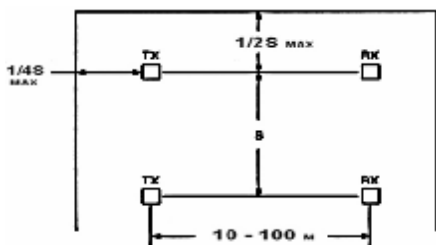
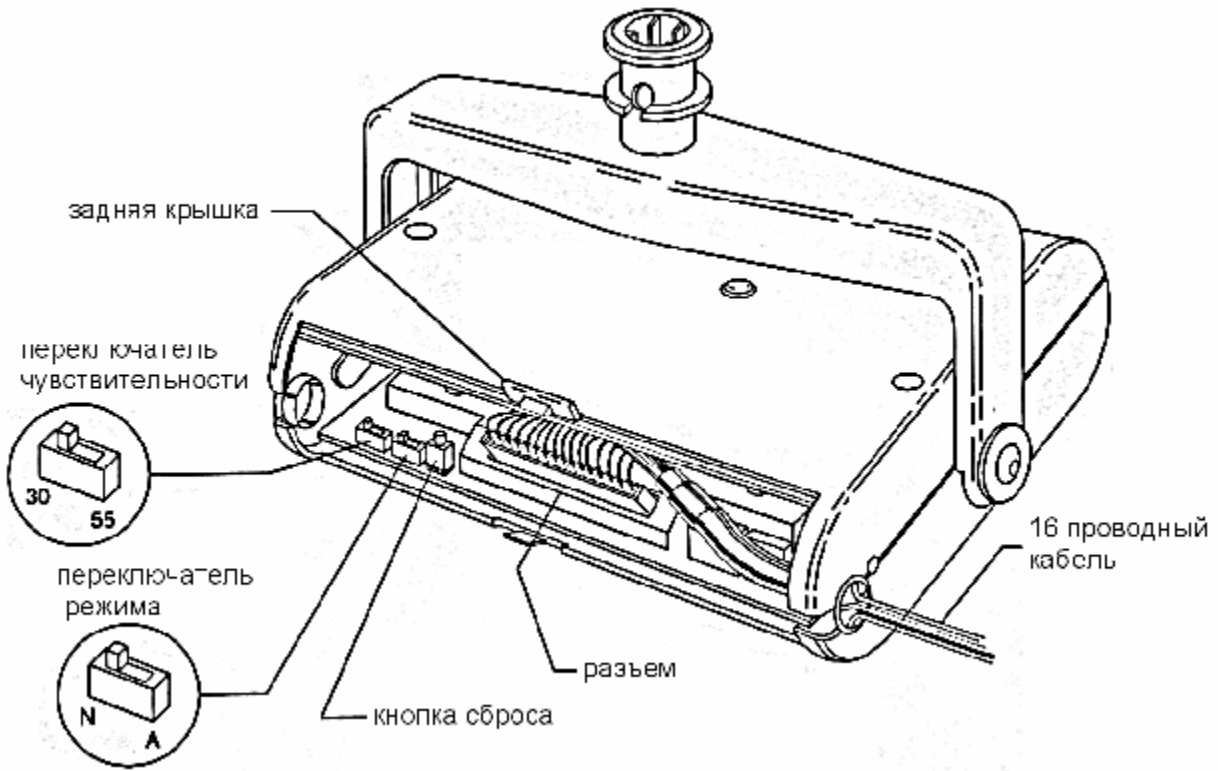

Рис. 2. Расположение извещателей (вид сверху)
Рис. 8. Приемник с открытой задней крышкой
В режиме «Пожар» включается красный светодиод и замыкаются контакты соответствующего реле с нормально разомкнутыми контактами. Режим «Пожар» сохраняется и после рассеивания дыма. Восстановление извещателя 6424 производится путем кратковременного выключения питания, или, при проведении тестирования, с помощью кнопки сброса «RESET», расположенной внутри приемника (смотри рис.8).
Извещатели 6424 обычно устанавливают горизонтально и параллельно потолку. При необходимости контроля определенного объема помещения, извещатель можно монтировать под углом или вертикально. В помещении большой площади и одинаковой высоты извещатели располагаются на потолке параллельно, на расстоянии S , равном 9 - 18 метрам, друг от друга. При этом расстояние от боковой стены до крайнего извещателя не должно превышать половины величины S , а расстояние от продольных стен до рядов передатчиков T_x и приемников R_x не должно превышать четверти S (рис.2). Кроме того, размещение приемника и передатчика должно обеспечивать свободный доступ к разъемам и переключателям, расположенным за задними крышками (рис. 8, 9)
Откройте задние крышки приемника и передатчика. Подключите разъемы к приемнику и передатчику, соблюдая правильную ориентацию (рис. 8, 9), и выведите кабели через одно из отверстий. Неиспользованные отверстия под кабель закройте пластмассовыми заглушками из комплекта.
7. Установите переключатель юстировки на приемнике в положение передатчика «N» (рабочий режим) (см. рис. 8).
2. Переключите переключатель юстировки на приемнике в положение «А» (режим юстировки) (см. рис. 8). При этом на приемнике должен загореться желтый светодиод («Неисправность»), но реле неисправности сработает только через час после включения режима юстировки.
Применяйте только соответствующую сторону фильтра в зависимости от установленного положения переключателя уровня чувствительности в приемнике (55% или 30%). Закройте полностью оптическую систему приемника участком фильтра «NO ALARM» на время не менее 15 секунд. Зеленый светодиод должен продолжать мигать в течение всего этого времени, а после его окончания извещатель не должен переходить в режим «Пожар». Далее закройте полностью оптическую систему приемника участком фильтра «ALARM». Извещатель должен подать сигнал «Пожар» в течение 15 сек. Произведите извещатель в дежурный режим нажатием кнопки «RESET» в приемнике (см. рис. 8), либо выключением напряжения питания на время порядка одной секунды.